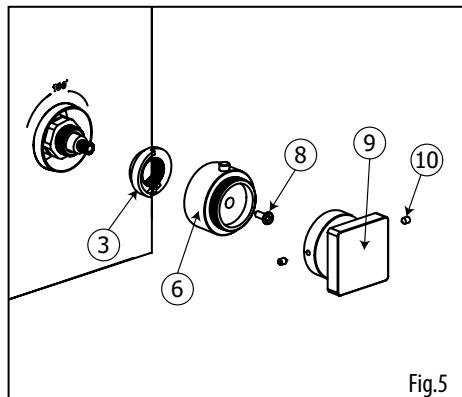

Fig.5
- Remove the handle (9), the thermo handle adapter (6) and the temperature limit stopper (3) as shown (fig.5).
- Enlever la poignée (9), l'adaptateur (6) et le limiteur de température (3) tel qu'illustré (fig.5).